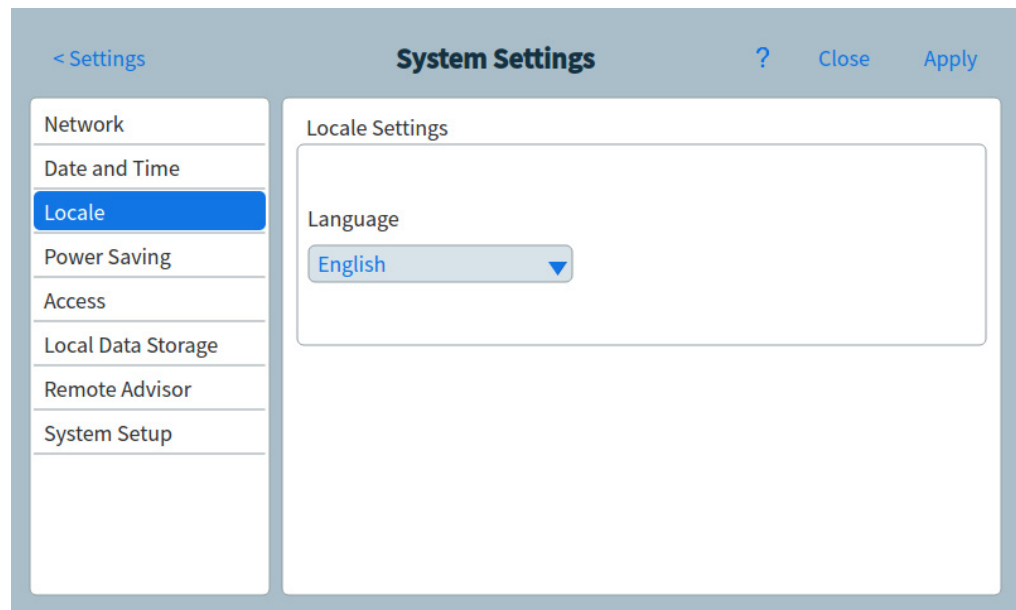

Figura 43 Pagina impostazioni locale
- 1 Dalla pagina System Settings, premere il tasto di selezione **Locale**. Si apre la pagina Impostazione locale. Vedere Figura 43.